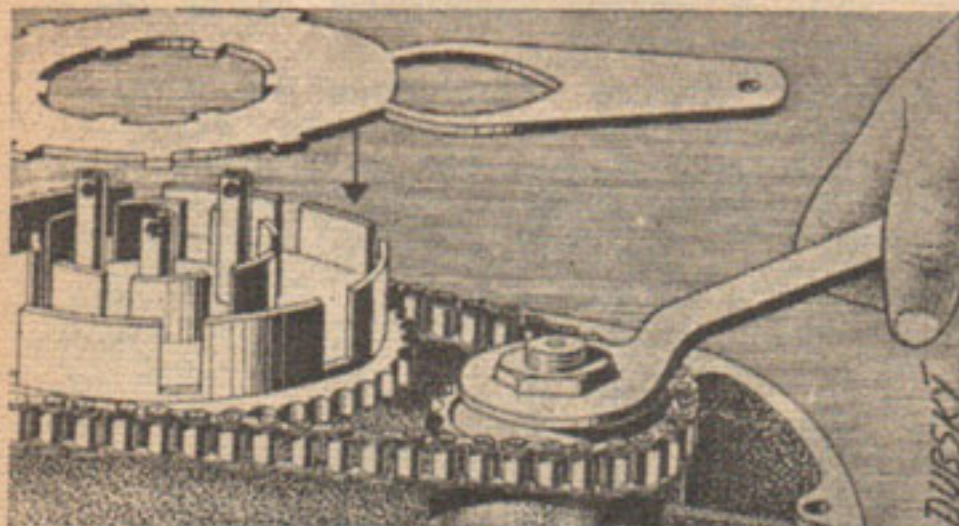

Fig. 3
7. A l'aide du dispositif d'arrêt n° S-5 appliqué à la roue à chaîne de l'embrayage, desserrer à l'aide d'une clé l'écrou du pignon de chaîne primaire (fig. 3).